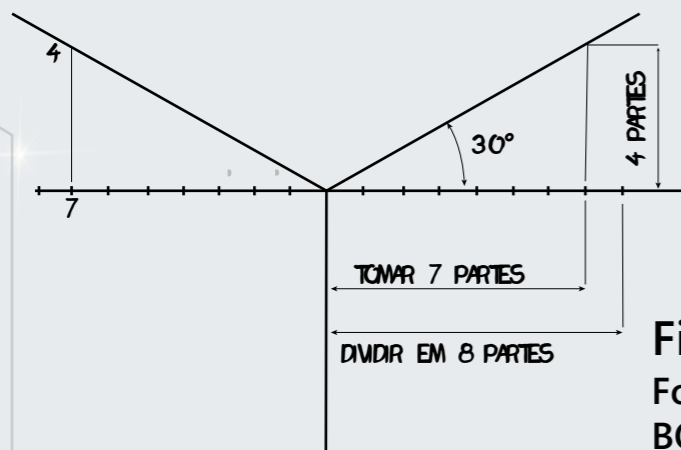

Figura 5
- a partir da definição dos dois catetos do triângulo, sendo que o cateto adjacente deve possuir 7 módulos e o cateto oposto, 4 módulos. Estes módulos (ou partes) consistem em uma medida qualquer, que deve ser definida para manter a proporção do triângulo (Figura 5) (BORNANCINI, PETZOLD e ORLANDI JÚNIOR, 1981).